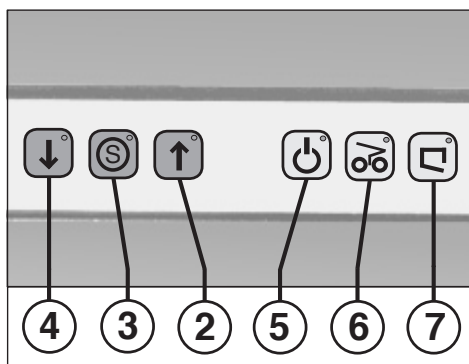

Рис. 2
1. Включите устройство с помощью главного выключателя (1) (положение “1”).
2. Нажмите на клавишу прямого хода (2) (рисунок 2): режущий механизм начнет работать.